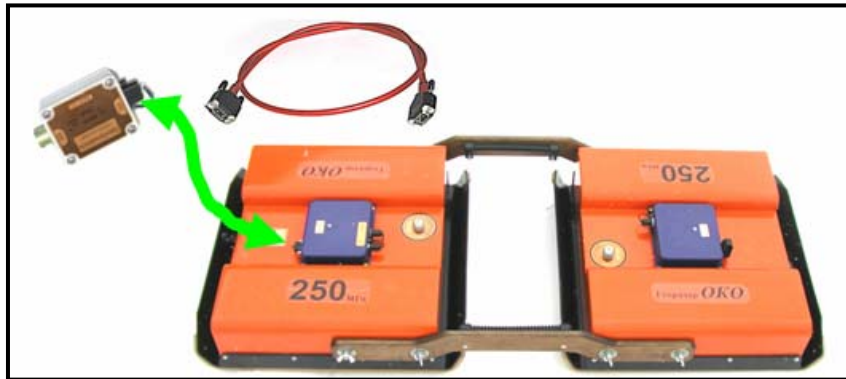
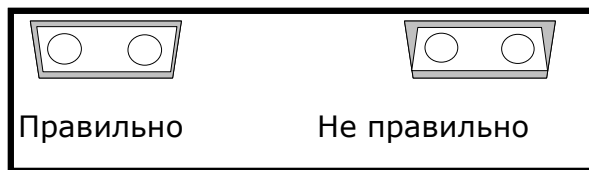

Рисунок 3.3.7 Подключение оптического интерфейсного кабеля к АБ-90, АБ-150, АБ-250, АБ-400, АБ-700.
Рисунок 3.3.8
3. Кабель оптический интерфейсный. Подключается между приёмной частью антенного блока и оптическим преобразователем (Рисунок 3.3.7). Обратить **особое внимание (Рисунок 3.3.8)** на соблюдение полярности разъема, из-за малых углов трапецевидной формы разъема, возможно неправильное подключение. После соединения разъемов закрепить фиксирующие винты до упора. При работе с антенными блоками АБДЛ-Тритон, АБ-90, АБ-150 оптический кабель крепится к веревке, за которую осуществляется перемещение антенных блоков, спиралевидной пластиковой лентой.